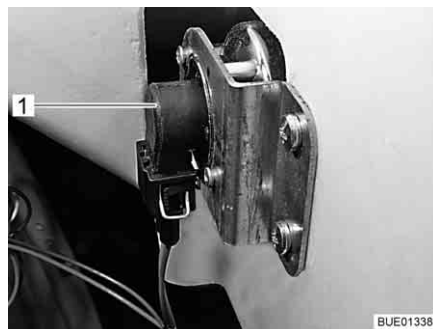

Bild 260 Fahrtrichtungsanzeiger
- Hinter den Lampenhalter (Bild 260,1) greifen.